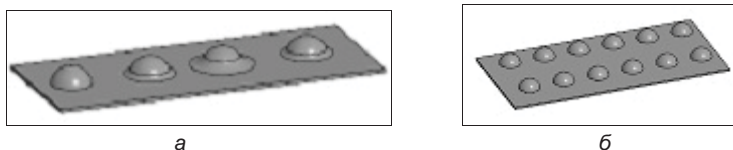

Рис. 29.47. Варианты пуклевки (а); массив пуклевок (б)
- ◆ нажмите кнопку **Создать объект** — на экране у вас должно получиться, как на рис. 29.47, а.
Например, на листовом элементе создайте буртик в виде пуклевки. Далее вызовите команду **Массив по сетке** и в качестве первого элемента массива выберите операцию **Буртик**. Задайте количество экземпляров по **Направлению 1** и **Направлению 2** и шаг. Для завершения операции нажмите кнопку **Создать объект**. У вас должно получиться как на рис. 29.47, б.